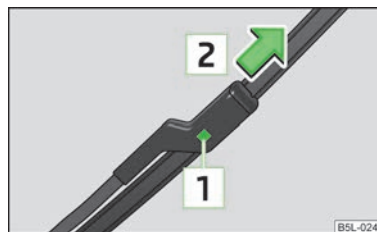

Fig. 37
- Pentru deblocarea lamelei ștergătorului, apăsați siguranța **1** » fig. 37 și detașați-o în sensul săgeții **2**.